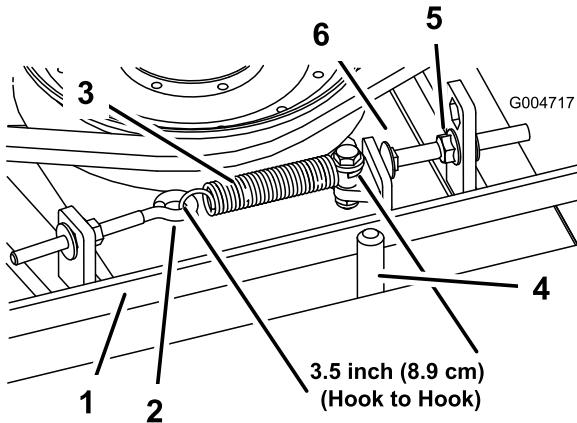

Figure 64
(3,5"  $\pm 0,25$ ") (intérieur). Lorsque le ressort est correctement tendu, ajustez le boulon de butée (boulon de carrossier) jusqu'à obtenir un jeu approximatif de 0,125 +0,060/-0,000 pouce entre la tête du boulon et le bras de la poulie de tension (Figure 64).
**Remarque:** La courroie doit être placée du côté ressort du guide (Figure 64).
8. Raccrochez le ressort d'extension (Figure 64) au boulon à œil et tendez la courroie comme suit :
2. Desserrez le boulon à œil pour pouvoir enlever le ressort d'extension (Figure 64).
3. Desserrez l'écrou à embase qui fixe le boulon de butée à la patte de montage. Reculez l'écrou suffisamment pour que le bras de la poulie de tension passe le boulon de butée (Figure 64). Éloignez la poulie de tension de la courroie pour détendre cette dernière.